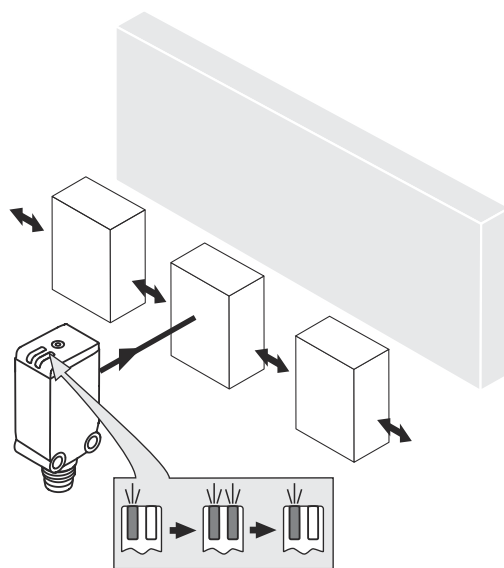

Figura 5: Direzione standard
4. Annotare le direzione prescelta dell'oggetto relativamente al sensore. v. figura 5, pagina 84.